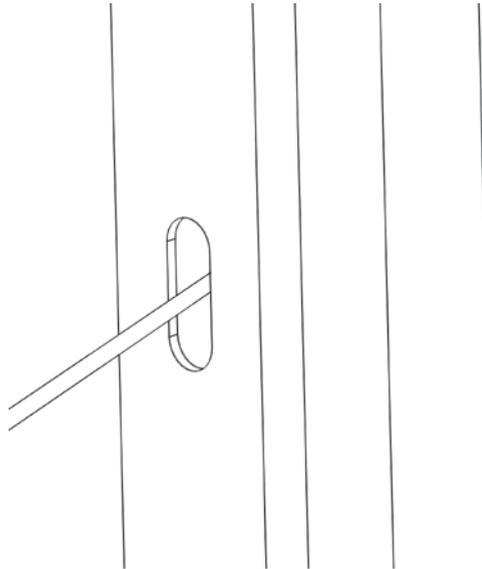

Figura 39: Este exemplo mostra a montagem no batente da porta. Passe o cabo pelo orifício.
3. Faça um furo para que o Módulo de Controle se encaixe na montagem embutida. Passe o cabo pelo orifício para que se ajuste ao conector de 7 pinos (Figura 39).